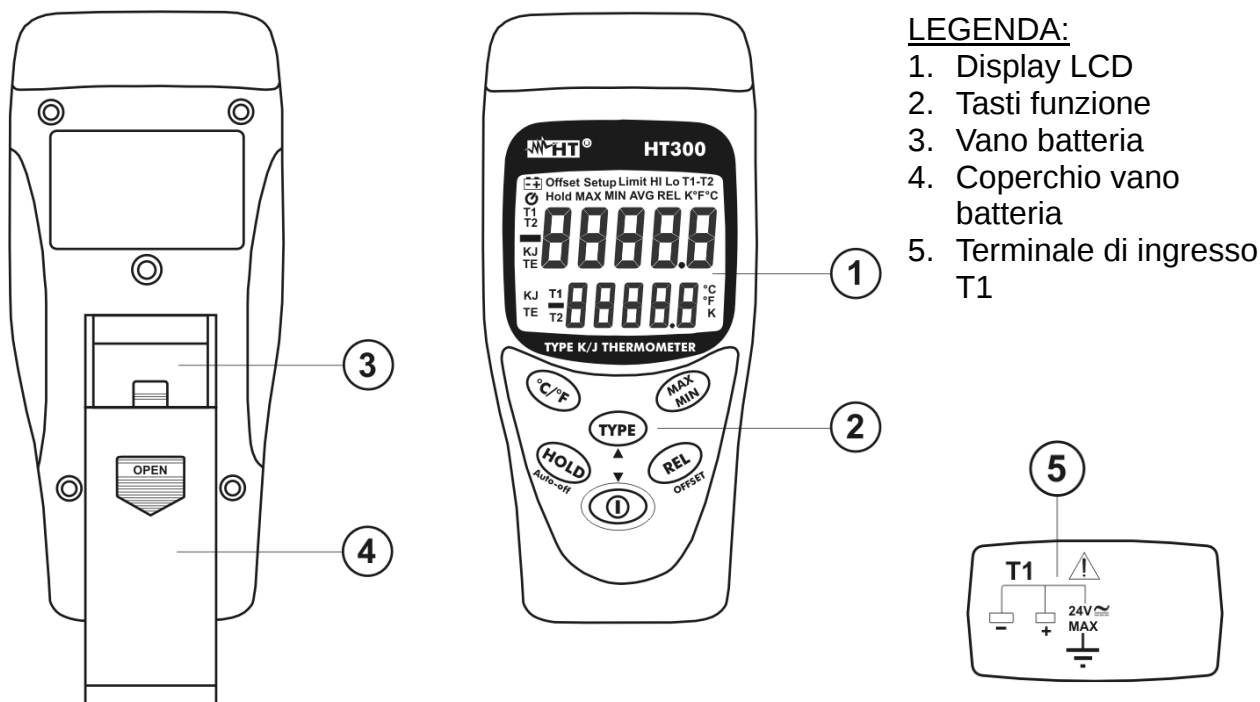

Fig. 1: Descrizione dello strumento
1. Inserire a fondo i connettori della sonda tipo K o J nel terminale di ingresso T1 rispettando le polarità (+) e (-) (vedere Fig. 1), indicate sullo strumento e sul connettore stesso